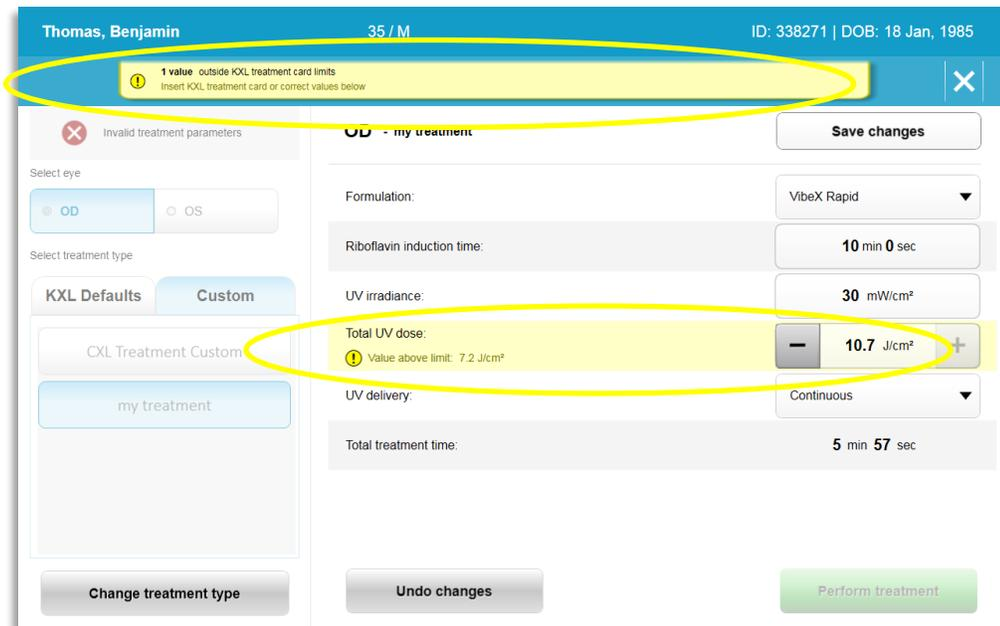

Figura 3-15. Parametri di trattamento non validi
- Se non rimangono trattamenti sulla scheda, il sistema chiede all'utente di inserire una nuova scheda, come mostrato nella Figura 3-15.